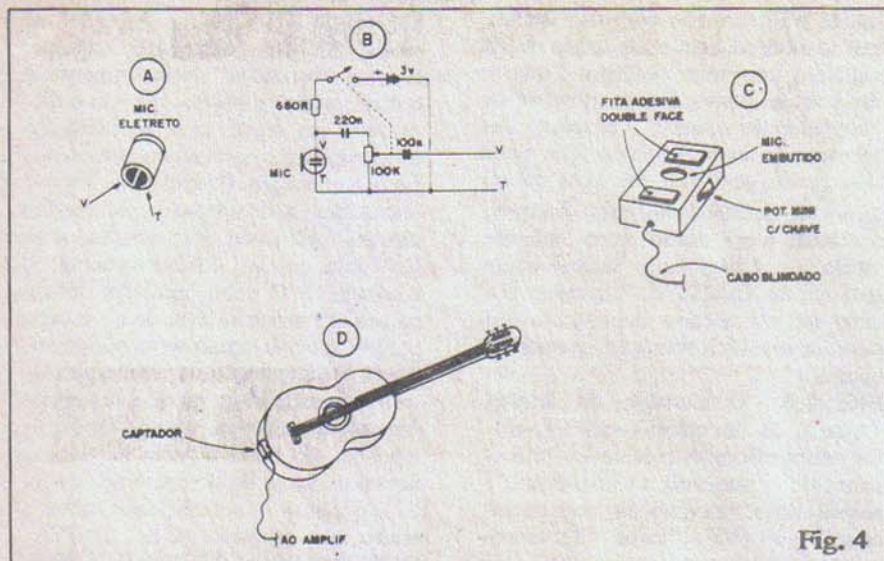

Fig. 4
- **FIG. 4 - CAPTADOR COM ELETRETO, PARA VIOLÕES** - Um violão acústico comum pode ser facil-
- **FIG. 4-A** - O microfone de eletreto. Trata-se de um componente transdutor muito eficiente, sensível e - principalmente - pequeno. O importante é identificar-se previamente seus terminais "vivo" (V) e "terra" (T), claramente mostrados na figura.
- **FIG. 4-B** - Esquema do captador com eletreto. Além do microfone, o Leitor/Hobbysta precisará de um resistor de 680R x 1/4 watt, dois capacitores de poliéster: um de 100n e um de 220n, mais um potenciômetro tipo mini, com chave (do tipo usado nos radinhos portáteis...). O circuitinho necessita de alimentação, sob corrente muito baixa, sob tensão de 3 volts, que podem ser facilmente obtidos de duas pilhas pequenas, ou mini, palito, botão, etc. (quanto menores forem as pilhas, menor também as dimensões gerais e finais do captador...). Observar, no esqueminha, a identificação dos fios de saída, também com a marcação "V" (para o "vivo") e "T" (para o "terra"), cuja conexão deve ser obrigatoriamente feita com cabo blindado.
- **FIG. 4-C** - Sugestão para a caixinha captadora em seus aspectos final. No centro de uma das faces pode ficar o furo necessário à passagem do som ao microfone. Este deve ser fixado de maneira a ficar "embutido" no dito furo, bem firme. Numa das laterais da caixinha pode ficar uma fresta, dando passagem ao knob de atuação de potenciômetro mini. Na mesma face da caixa onde se situa o furo do microfone, devem ser aplicados dois pedaços de fita adesiva dupla-face (pode ser obtida em papelarias). Essa fita adesiva especial, como seu nome indica, "cola" dos dois lados, e seu substrato é um material plástico flexível no muito fino (em torno de 1 mm de espessura). Essas características da fita permitem um conveniente afastamento "físico" da caixa/captadora em relação à superfície de fixação (corpo de violão, conforme veremos adiante), além de gerar um certo "amortecimento" ou isolamento quanto às vibrações transmitidas diretamente, da madeira (do violão) para a caixa captadora.
- **FIG. 4-D** - Fixando o captador ao violão. O posicionamento sugerido, bem na "bundinha" do instrumento, é o mais prático e lógico, ficando o dispositivo em região que não atrapalha os movimentos naturais do músico durante a execução. Graças à fita adesiva dupla-face, a fixação se dá por simples pressão (desejando tirar o captador de lá, basta puxar, cuidadosamente, o conjunto...). O cabo blindado, dotado na sua extremidade livre de necessário plugue, é então ligado ao amplificador. Tanto a alimentação do circuitinho interno do captador, quanto o próprio dimensionamento do volume ou sensibilidade, são feitos a partir do acionamento do knob do potenciômetro mini incorporado. A sensibilidade geral é muito boa (superior à do CAPTADOR MAGNÉTICO P/GUITARRA, anteriormente descrito), devendo o operador ter certo cuidado nos ajustes de volume e tonalidade (tanto no próprio captador, quando no amplificador acoplado) para evitar a ocorrência de realimentação acústica (microfonia) que se manifesta como um apito agudo, emitido pelos alto-falantes do dito amplificador...